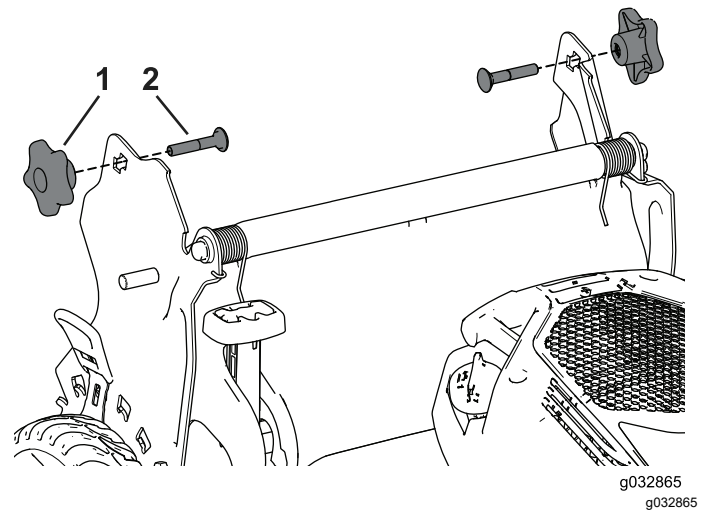

Figura 24
3. Introduzca el perno de cuello cuadrado (con la cabeza del perno en el interior) por el soporte del manillar y el orificio superior del extremo del manillar. Asegúrese de que los bordes cuadrados de los pernos de cuello cuadrado encajan en el taladro cuadrado del soporte del manillar correspondiente (Figura 24).